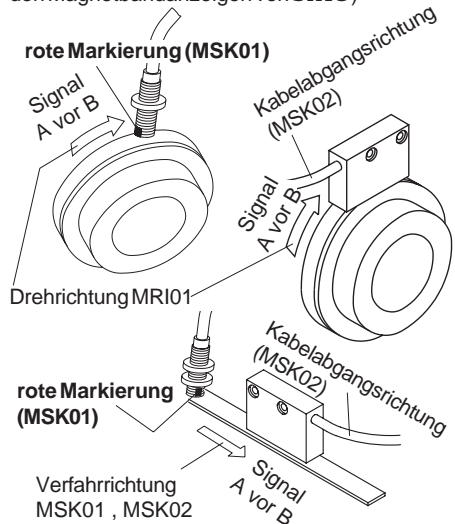

Abb. 6: Definition der Zählrichtung
- **Auf richtige Ausrichtung bezüglich der Zählrichtung achten** (Abb.6). Dies ist unerheblich falls sich die Zählrichtung in der elektronischen Auswertung umkehren läßt. (wie z.B. bei den Magnetbandanzeigen von **SIKO**)